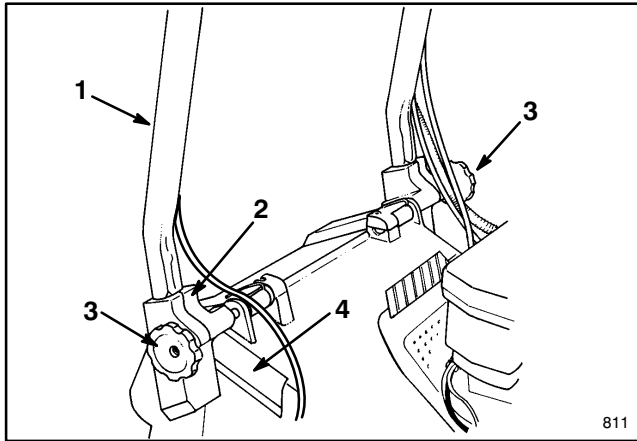
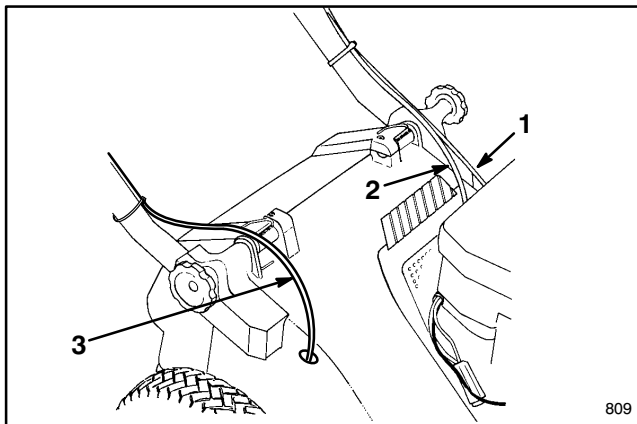

Figure 1
Figure 2
1. INSTALLATION DU GUIDON—Desserrer les boutons du support de montage (fig. 1).
3. Glisser les extrémités du guidon dans les trous des supports de montage jusqu'à ce celles-ci soient bien en place dans les supports (fig. 1). Assurez-vous que les câbles reposent au-dessus des supports de montage (fig. 2).
4. Faire tourner la poignée et les supports vers l'arrière jusqu'à ce que ces derniers soient fermement maintenus dans les cavités du carter (fig. 2).